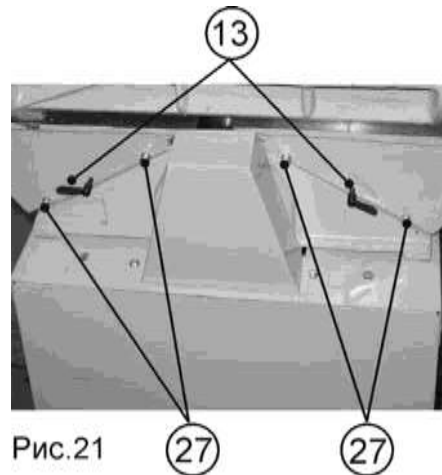

Рис.21
9.4. Регулировка перемещения столов (Рис. 21)